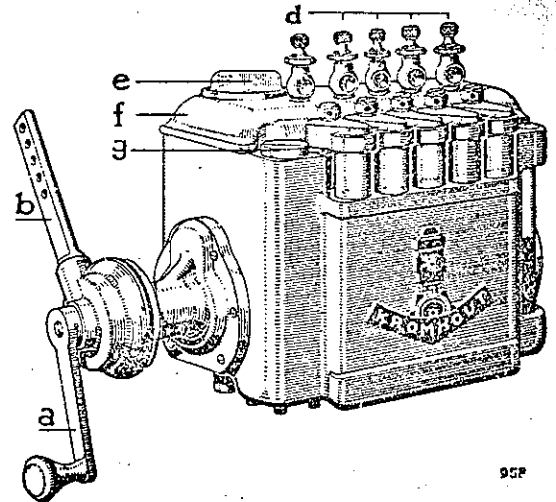

Fig. 10.
9. HET CYLINDER-SMEERAPPARAAT; zie fig. 10.
Vul het cylinder-smeerapparaat door sluitdop "e" (fig. 10) met zuivere olie (zie paragraaf 27), welke door een trechter met gaas of een neteldoekse lap extra van mogelijk aanwezige vuiltjes dient te worden ontdaan. Op gelijke wijze vulle men het voorraadreservoir van het circulatie-smeersysteem.